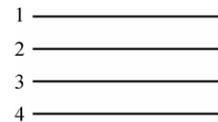

图 1-11
6. 在图 1-11 所示三相四线制电源中,用电压表测量电源线的电压以确定零线,测量结果 $U_{12} = 380\text{ V}$, $U_{23} = 220\text{ V}$,则()号为零线。